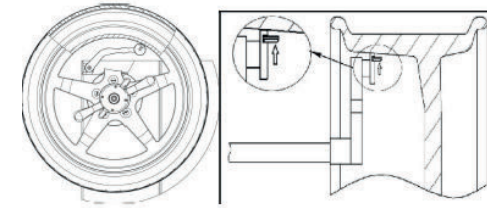

Abb. 18
- Machen Sie ein Gewicht los und kleben Sie es auf die Felge (Abb. 18).